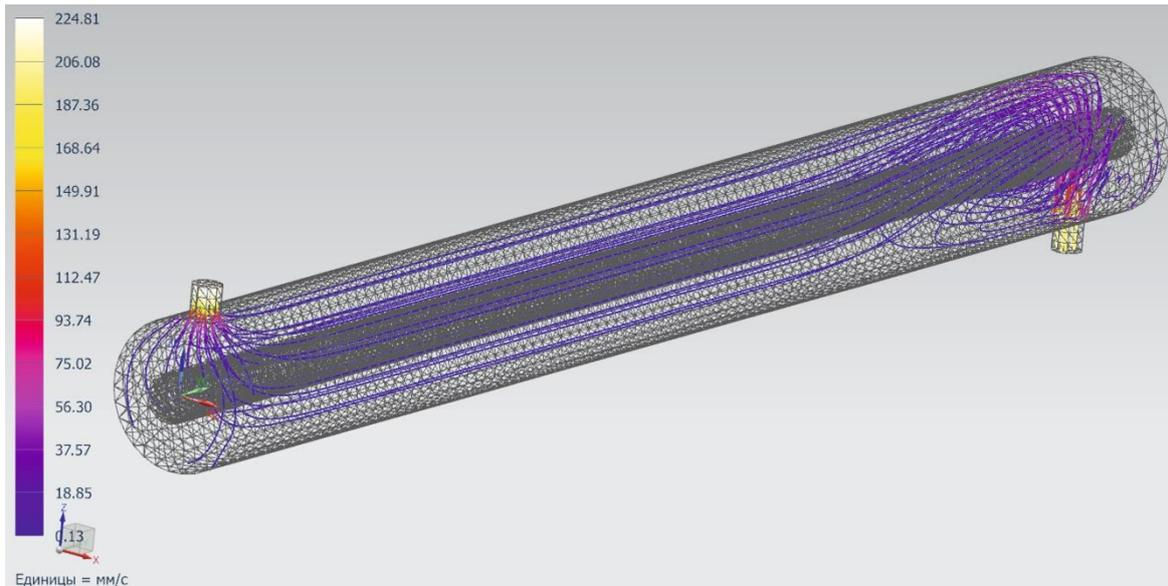

Рис. 4.6. Линии потока нагреваемого теплоносителя при противотоке
15. Для отображения линий потока нагреваемого теплоносителя сделайте двойной щелчок на пункте «Скорость» окна «Навигатор постпроцессора». В окне «Вид постпроцессора» установите пункт «Показать на» в режим «Объем» и нажмите кнопку «Применить». Установите тип «Линии потока» и нажмите кнопку «Опции». В окне «Параметры линий потока» нажмите кнопку «Создать». В окне «Базовый набор» создайте набор линий потока нажатием левой кнопки мыши на поверхностях входа и выхода нагреваемого потока. Нажмите «Ок». Закройте окно «Параметры линий потока» нажатием «Ок». Линии потока отображены в цветовой палитре скорости потока (рис. 4.6).